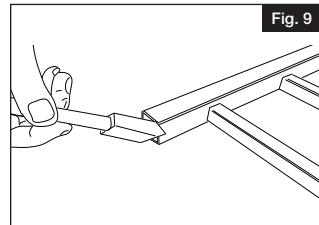

Fig. 9
- a. Pinte todos los extremos cortados de los travesaños y varillas (Fig. 9).